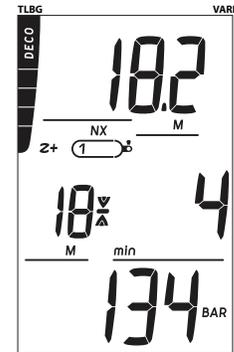

Abb. 67 - DV2 HAUPT (beim Stopp)
- > Sobald innerhalb von 3 m (10 ft) unter die erforderliche Stopptiefe aufgestiegen wird, wird das Stoppsymbol (beide Pfeile mit Stoppbalken) solid angezeigt (Abb. 67).